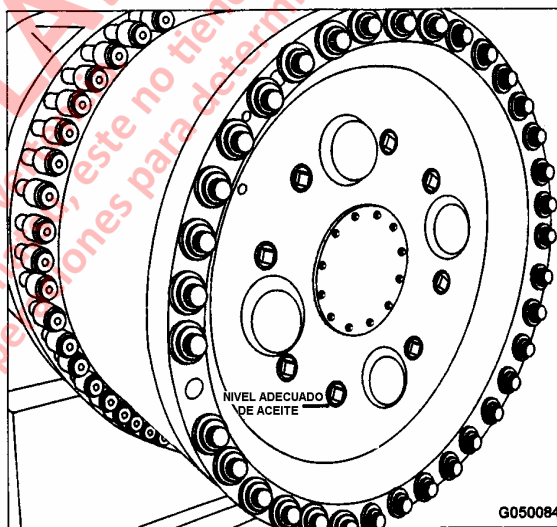

FIGURA 5-5. NIVEL DE ACEITE DEL MOTOR DE RUEDA
8. Conecte la manguera del sensor de aire, si la retiró. Instale la manguera de aplicación de freno de estacionamiento (13).
9. Monte las cubiertas de inspección en los orificios de acceso (17).
10. Monte el ducto de aire (5). Cierre las cubiertas de inspección del ducto y monte el tubo del ducto en la abertura trasera de la caja del eje.
12. Revise el nivel de aceite del motor de rueda. Gire un tapón magnético a la posición de las 06:00 horas y saque el tapón. El nivel de aceite debe estar a ras con la parte inferior de la abertura del tapón. Consulte la Figura 5-5. Llene si fuese necesario.